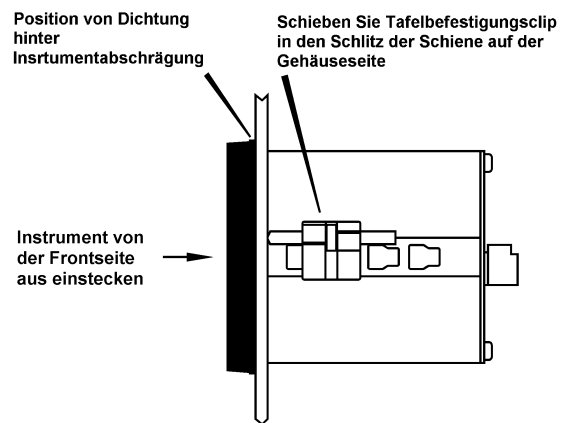

Bild: 5
- Montieren Sie auf gegenüberliegenden Seiten des Instrumentengehäuses jeweils zwei Befestigungsclips und ziehen Sie diese fest an, bis das Anzeigergerät wie auf Bild 5 dargestellt sicher befestigt ist. Bei der Montage muss auf die richtige Lage der Dichtung geachtet werden. Es werden insgesamt vier Clips benötigt, um zwischen dem Gerät und der Montageplatte eine Dichtung nach IP65 herzustellen.